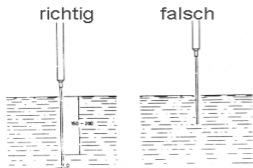

Abb. 7
- \* Bei Temperaturmessungen mit anderen Typ-K-Fühlern in Flüssigkeiten oder geschlossenen Behältnissen ist zum Erhalt einer genauen Temperaturmessung die Temperatursonde möglichst weit einzutauchen bzw. einzuführen (Abb. 7).